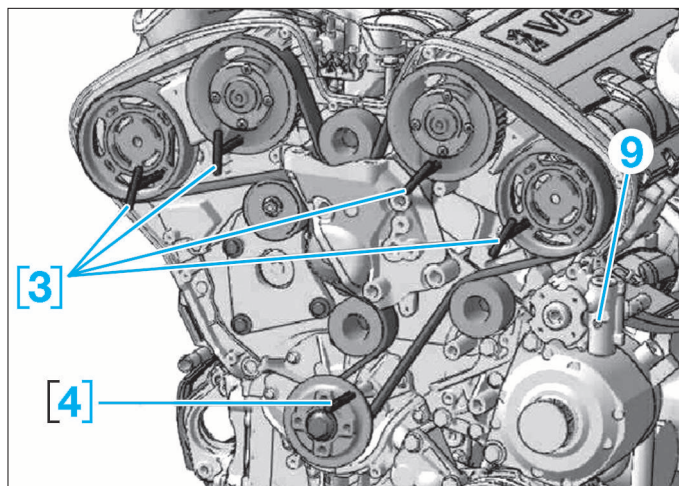
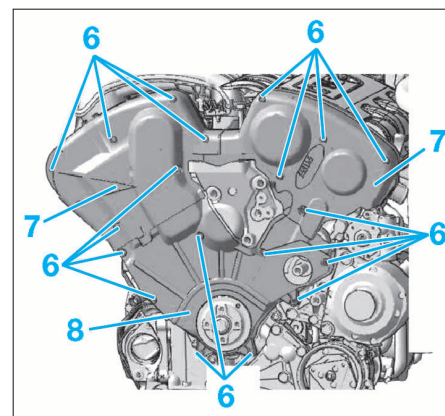

FIG. 33
FIG. 32
- le galet tendeur dynamique (4).
- la poulie de vilebrequin (5).
- les vis de fixations (6) (Fig.32) des carters de distribution.
- les 2 carters de distribution supérieurs (7).
- le carter de distribution inférieur (8).
- le support (9) (Fig.33) de pompe de direction assistée.